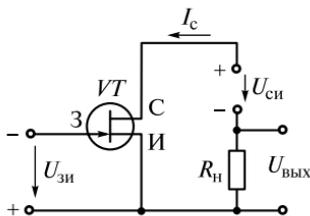

Рис. 1.11
1.24. Как изменится ток стока I_c при увеличении напряжения $U_{зи}$ на затворе 3 полевого транзистора (рис. 1.11) относительно истока И?